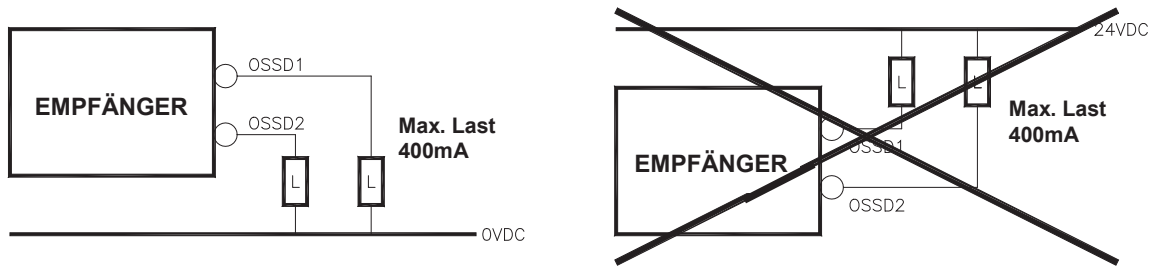

Bild 26 – Korrekter Anschluss der Last auf den Ausgängen
**⚡** Unter der Bedingung "Schutzbereich frei" liefert der Empfänger eine Spannung von 24VDC an beide Ausgänge. Die erforderliche Last muss somit zwischen den Ausgangsanschlüssen und 0VDC (Bild 26) verbunden werden.